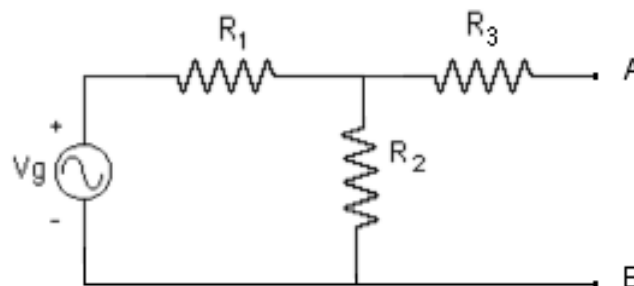

Figura 7.3 Circuito para determinar el equivalente Thevenin
11.- Determinación experimental del equivalente Thevenin de un circuito entre los terminales A y B: Monte el circuito mostrado en la Figura 7.3 con los valores indicados por su profesor. Registre dichos valores en la siguiente tabla: